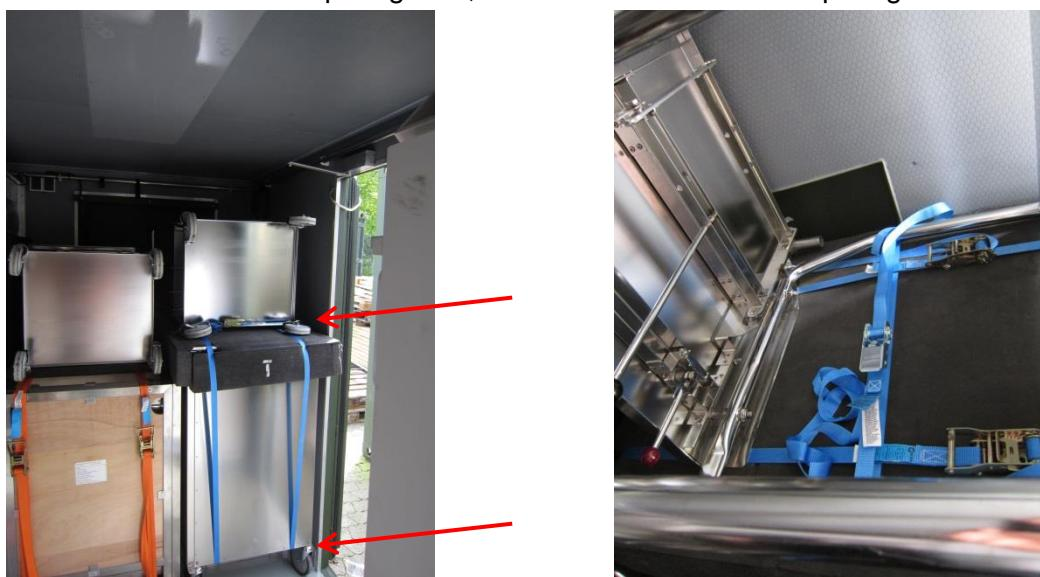

Abb. 11: Befestigung des Schrankwagens und des Transferwagens
- mit einem Ratschenspanngurt 4,5 m um den Schrankwagen und oberhalb den Räder des Transferwagens (siehe Abb. 11; rote Pfeile)